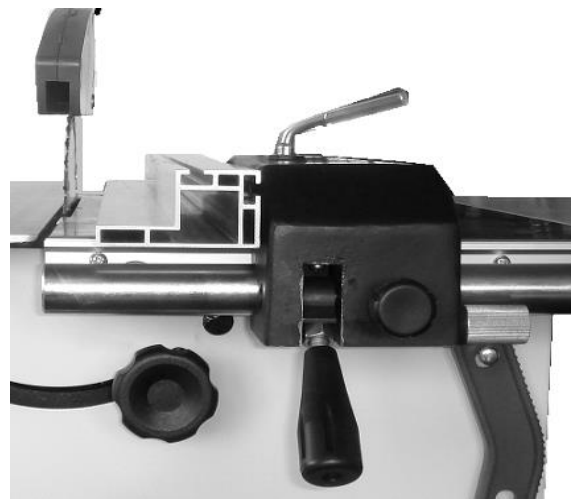

Fig 22
- Couper les pièces étroites (moins de 120 mm de large) avec le rail fixe rabattu (Fig 22).